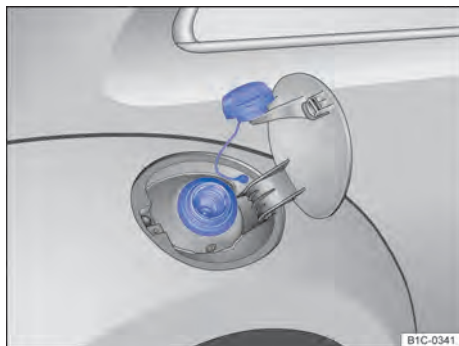

Fig. 131 Portinhola do tanque aberta com a tampa do tanque pendurada.
- Girar a tampa do tanque no sentido anti-horário e pendurá-la em cima da portinhola do tanque ⇒ Fig. 131.